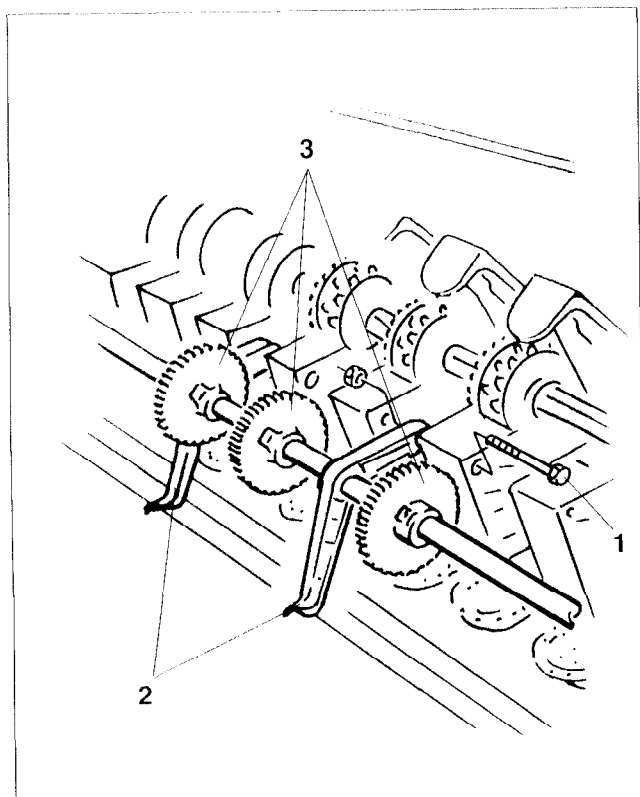

Fig. 13.15
- Die mit einer Skt.-Schraube (Fig. 13.15/1) an den **alten** Fahrgassensägehäusen befestigten Schwenklager (Fig. 13.15/2) abschrauben.
- Antriebsritzel (Fig. 13.15/3) lösen und auf der Vorgelegewelle entsprechend verschieben.
- Schwenklager (Fig. 13.15/2) an den **neuen** Fahrgassensägehäusen befestigen.